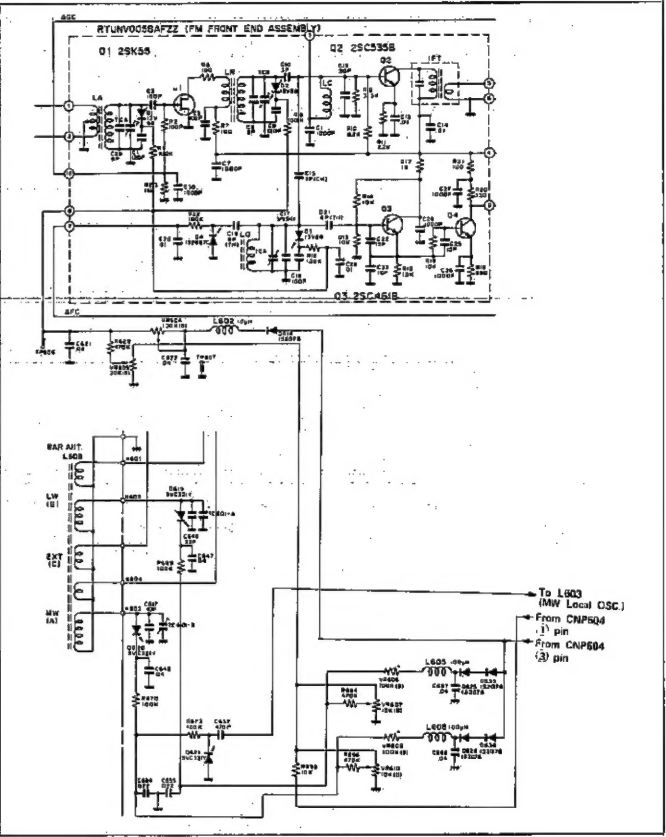

Abbildung 8-1
• **UKW-Abstimmung** (Siehe Abbildung 8-1.) Eine Bezugsspannung (10,9 V) wird am Stift ① des CNP604 erzeugt und über R695, VR605 und R628 dem Stift ⑧ der UKW-Eingangsstufe, dann den Kapazitätsdioden D1 ~ D3 zugeleitet. Gleichzeitig wird am Stift ③ des CNP603 eine veränderliche Spannung erzeugt, wenn einer der Drehwiderstände VR1001 bis VR1008 entweder manuell oder automatisch betätigt wird; diese wird über D616, L602 und VR604 dem Stift ⑧ zunächst der UKW-Eingangsstufe, dann den Kapazitätsdioden D1 ~ D3 zugeleitet. Mit anderen Worten werden die beiden Signale, d.h. eine Bezugsspannung und eine veränderliche Spannung, am Stift ⑧ der UKW-Eingangsstufe addiert. Zur Einstellung des Frequenzbereiches den Drehkondensator VR605 so drehen, daß sich ein Ausgang von
• **MW-Abstimmung** (Siehe Abbildung 8-1.) Hier wird eine Bezugsspannung am Stift ① des CNP604 erzeugt und über R695, VR610 und R696 den Kapazitätsdioden D620 und D621 zugeleitet. Gleichzeitig wird eine veränderliche Spannung am Stift ③ des CNP604 erzeugt, wenn einer der Drehwiderstände VR1001 bis VR1008 entweder manuell oder automatisch betätigt wird; diese wird über D636, D626, L606 und VR608 den Kapazitätsdioden D620 und D621 zugeleitet. Mit anderen Worten werden die beiden Signale, d.h. eine Bezugsspannung und eine veränderliche Spannung, an den Kapazitätsdioden D620 und D621 addiert. Zur Einstellung des MW-Frequenzbereiches den Drehwiderstand VR610 so drehen, daß sein Ausgang im unteren Frequenzbereich 1 V beträgt; den Drehwiderstand VR608 so einstellen, daß sein Ausgang im oberen Frequenzbereich 9 V beträgt.
• **LW-Abstimmung** (Siehe Abbildung 8-1.) Der Vorgang ist derselbe wie im obigen Abschnitt "MW-Abstimmung". Zur Einstellung des Frequenzbereiches den Drehwiderstand VR607 so drehen, daß sein Ausgang im unteren Frequenzbereich 1 V beträgt; den Drehwiderstand VR606 so einstellen, daß dessen Ausgang im oberen Frequenzbereich 9 V beträgt.